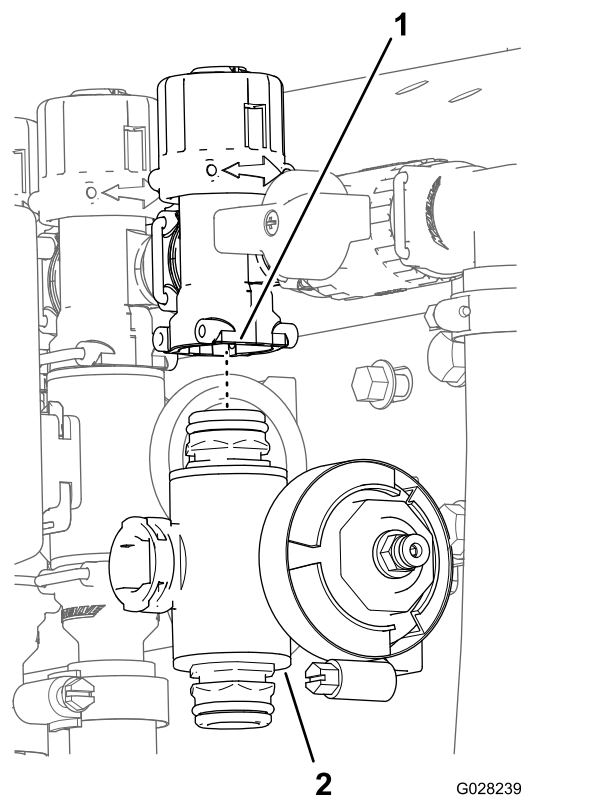

Figura 121
3. Válvulas de sección de los brazos izquierdo y derecho: retire los pernos con arandela prensada y las contratueras con arandela prensada que sujetan la(s) válvula(s) de sección al soporte de las válvulas, y retire el/los distribuidor(es) de la máquina; válvula de la sección central: retire el distribuidor de la válvula de sección de la máquina (Figura 121).